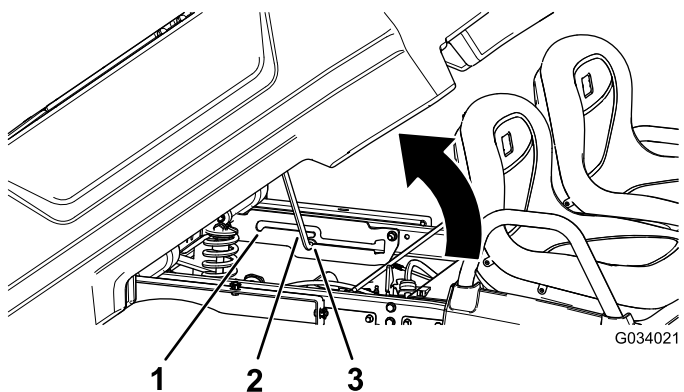

図 22
2. 支え棒をダンプ位置の固定スロットにはめ込んで荷台を固定する 図 22。
2. 支え棒を整備位置の固定スロットにはめ込んで荷台を固定する 図 22。
2. 荷台の底部のスロットにはめ込んであった支え棒を外す 図 22。